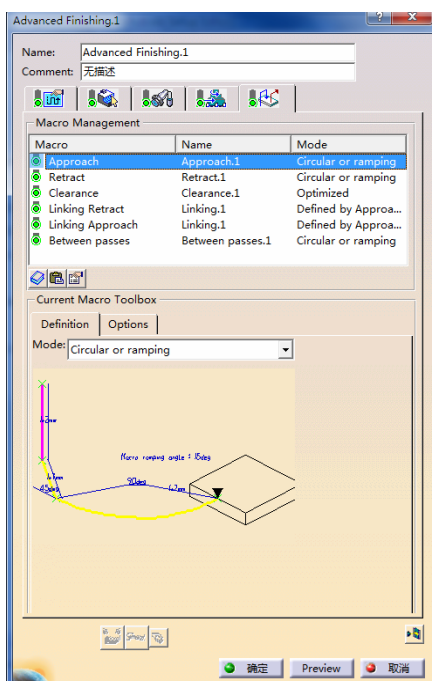

图 3-127 设置“Approach”参数 (5)
- 在“Macro Management”区域的列表框中选择“Approach”，单击鼠标右键，在弹出的快捷菜单中选择 Activate 命令，在“mode”下拉列表中选择“Circular or ramping”，设置“Approach”参数（5）如图 3-127 所示。